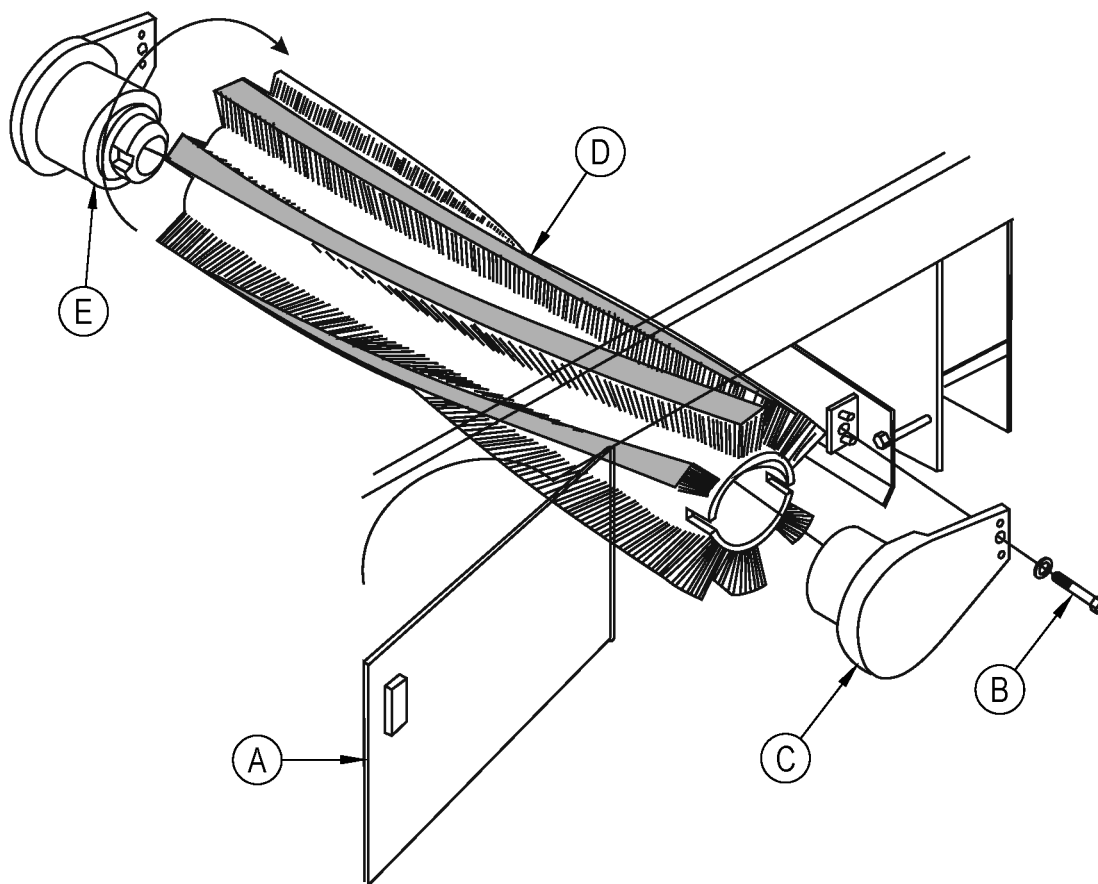

РИС. 14
ЗАМЕНА ОСНОВНОЙ ЩЕТКИ (см. рис. 14)
1. Откройте правую дверцу камеры щетки (A).
3. Снимите стопорный болт (B). (См. рис. 14)
4. Снимите маятниковый рычаг (C).
5. Снимите главную щетку (D) и выбросьте ее.
7. Вращайте новую щетку вправо на приводную ступицу (E), пока она не наденется на щеточные петли приводной ступицы.
8. Верните на место маятниковый рычаг (C).
9. Верните на место и затяните стопорный болт (B).
10. Закройте дверцу камеры щетки (A).